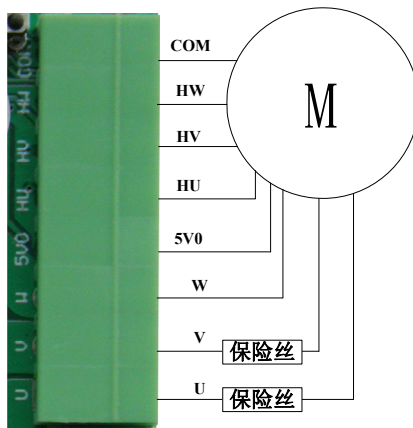

图 3.1 电机接线图
- 1) 将电机的U、V、W三相电源线接到驱动器电机接口的U、V、W，将电机的霍尔传感器电源线正负极（通常正极为红色，负极为黑色，具体参照电机的相关资料）分别接到驱动器霍尔信号接口的 5V0和COM，霍尔传感器的三霍尔位置信号线接到驱动器霍尔接口的HU、HV、HW，如图 3.1 所示。